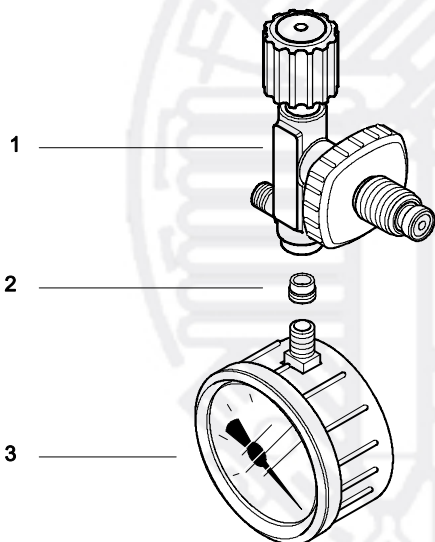

Рис. 47 Фильтрующая металлокерамическая вставка
- Вывинтите манометр (3, Рис. 47) из корпуса заправочного клапана (1).
- Вывинтите металлокерамический фильтр (2) при помощи широкой отвёртки.